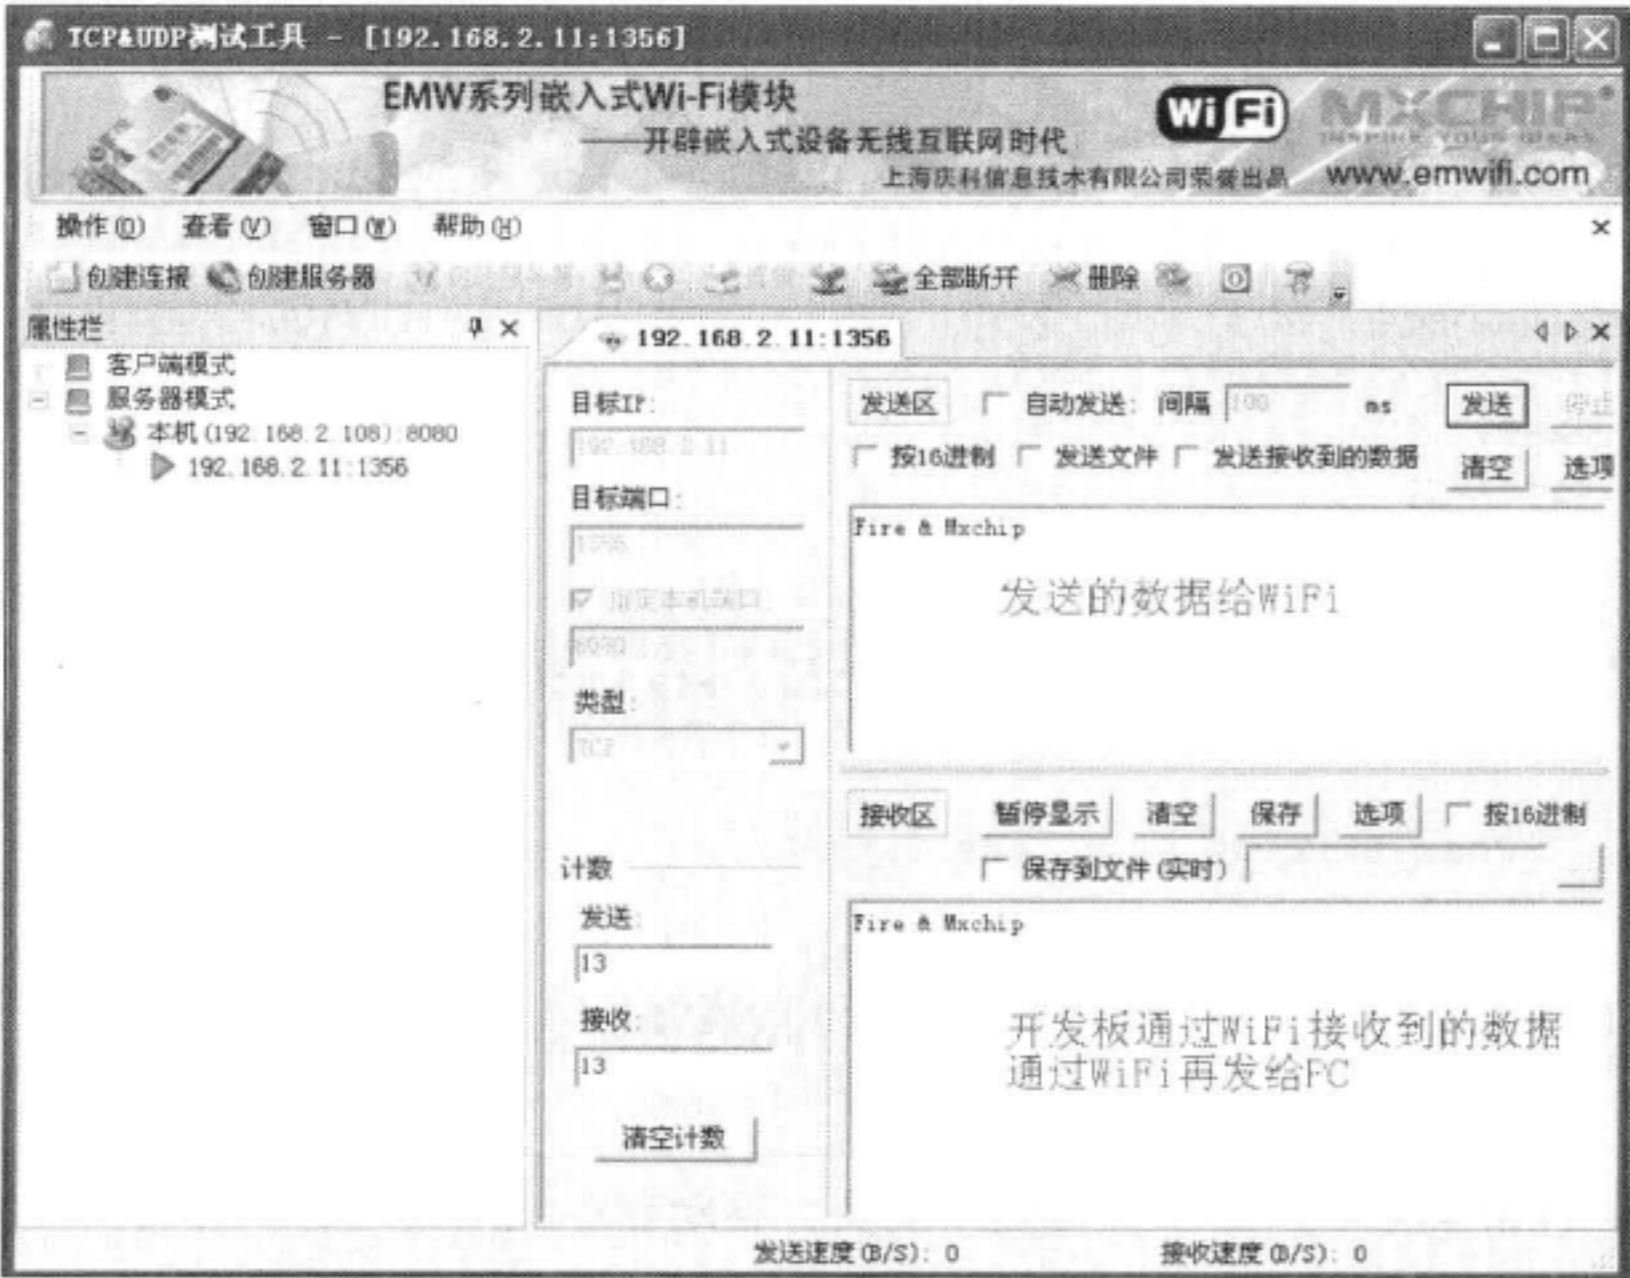

图 25-9 STM32 通过 Wi-Fi 回显字符串到 PC
3) 在 PC 端 TCP/UDP 测试工具发送的数据通过 Wi-Fi 网络发送给开发板, 开发板接收数据并通过 Wi-Fi 模块发送给 PC, 达到回显的功能, 见图 25-9。